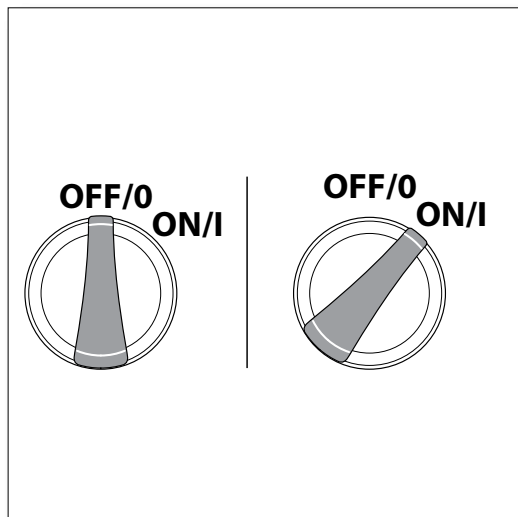

Fig. 18
- Assurez-vous que l'interrupteur « MARCHE/ARRÊT » est en position « ARRÊT ». L'interrupteur d'alimentation possède des symboles internationaux pour « marche » et « arrêt » : On (I) Of.. f (O), (Fig. 18).